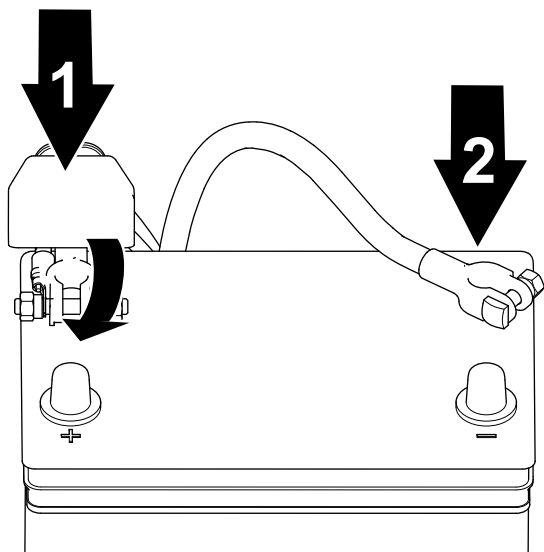

Figura 88
1. Ligue o cabo positivo à bateria e aperte a porca de grampo da bateria (Figura 88).
2. Ligue o cabo negativo à bateria e aperte a porca de grampo da bateria (Figura 88).